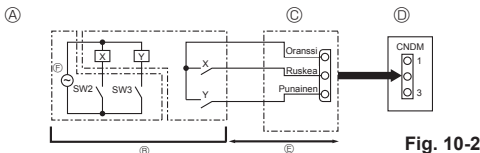

Fig. 10-2
10.2. Tarvetoiminto (muutostyö paikan päällä) (Fig. 10-2)